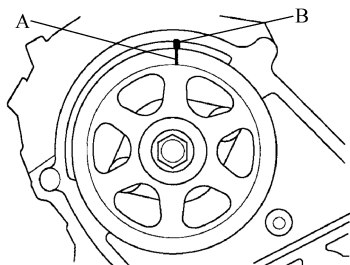

图 2-21 对准 TDC 标记与指针
2) 通过将正时带主动带轮轮齿上的 TDC 标记(A)与油泵上的指针(B)对齐, 将正时带主动带轮定在上止点(TDC)位置, 见图 2-21。
3) 通过将凸轮轴带轮上的 TDC 标记(A)对齐后与后盖上的指针(B)对齐, 将凸轮轴带轮固定在 TDC 位置, 见图 2-21。